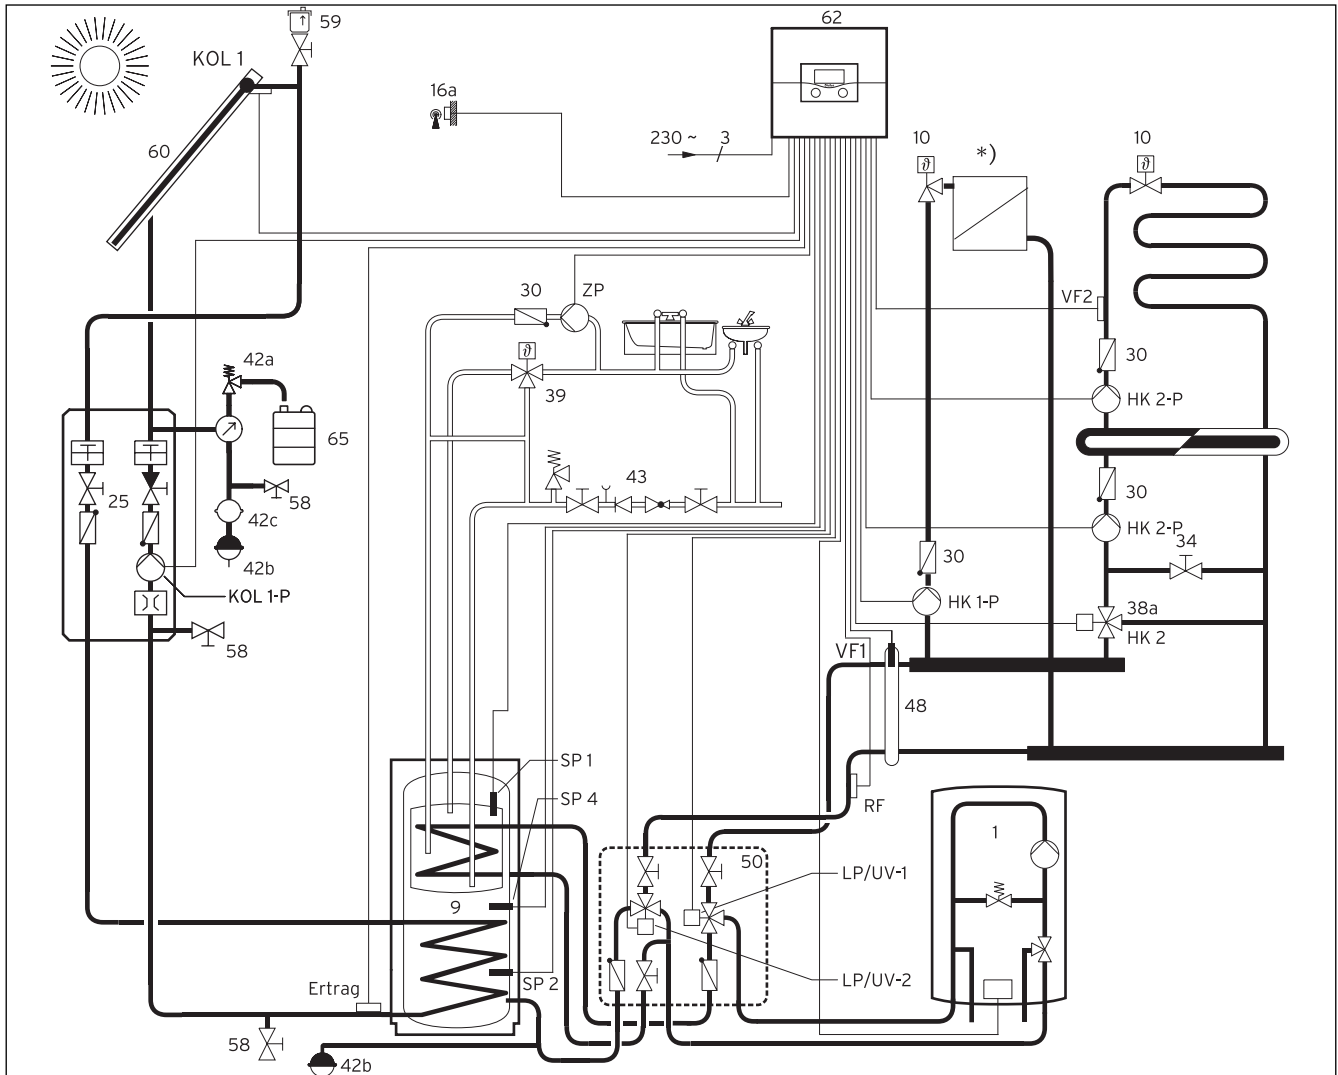
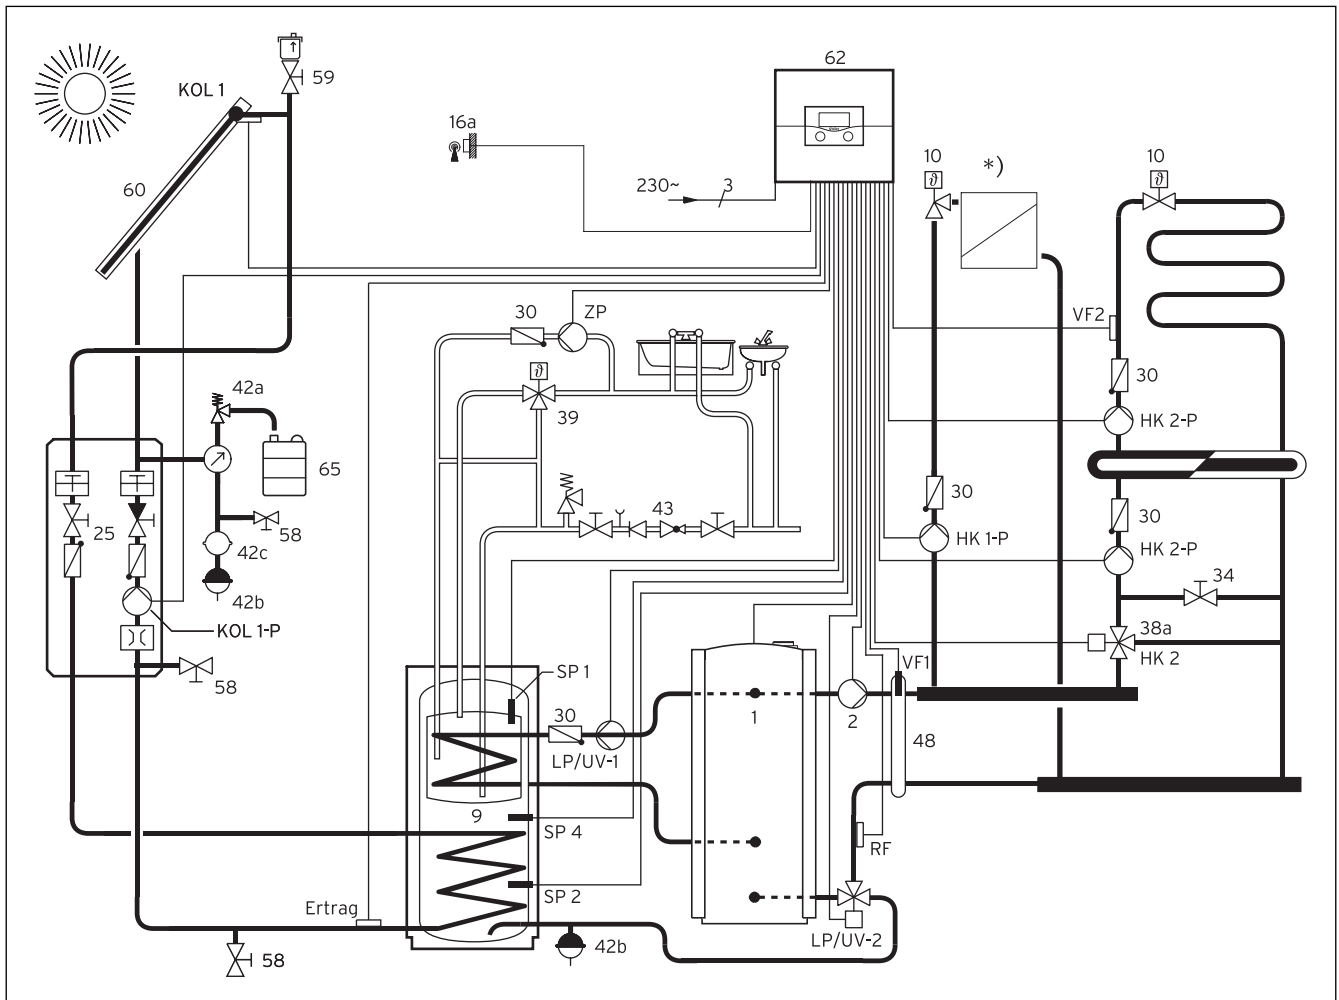

Fig. 3.1 System til opvarmningsstøtte og varmtvandsopvarmning med kombibeholder ved reguleret varmetilslutning (hydraulikblok) og væghængt kedel
Fig. 3.2 System til opvarmningsstøtte og varmtvandsopvarmning med kombibeholder og kedel ved reguleret varmetilslutning og kedel på gulvet
- Variant 1: System til opvarmningsstøtte og varmtvandsopvarmning med kombibeholder, væghængt kedel og hydraulikblok (→ **kap. 3.1, Fig. 3.1**)
- Variant 2: System til opvarmningsstøtte og varmtvandsopvarmning med kombibeholder og kedel på gulvet (→ **kap. 3.2, Fig. 3.2**)
Anlægsskemaet (Fig. 3.1) indeholder ikke de afspærings- og sikkerhedsorganer, der kræves for at kunne foretage en korrekt montering.
Er solenergien ikke tilstrækkelig, tænder reguleringen ved variant 1 for den væghængte kedel (→ **Fig. 3.1**, 1) - ved variant 2 - 4 for kedlen (→ **Fig. 3.2 - 3.4**, 1). Derved efteropvarmes varmtvandsbeholderen, der er integreret i kombibeholderen (**9**) til den indstillede værdi for varmtvandstemperatur.
Anlægsskemaet (Fig. 3.2) indeholder ikke de afspærrings- og sikkerhedsorganer, der kræves for at kunne foretage en korrekt montering.